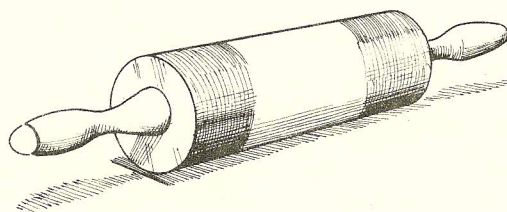

FIGURA 3 - Rolo de madeira
- rolo de madeira (tipo rolo de abrir massa, usado por cozinheiras) (Figura 3)